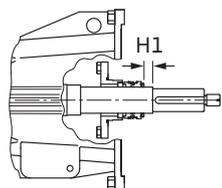

Fig. 31 : Exécution avec garniture mécanique
- Pousser la bague de fixation 5.3 sur l'arbre et la monter en observant la cote de montage H1 et le couple de serrage (voir fig. 31 et tabl. 9).